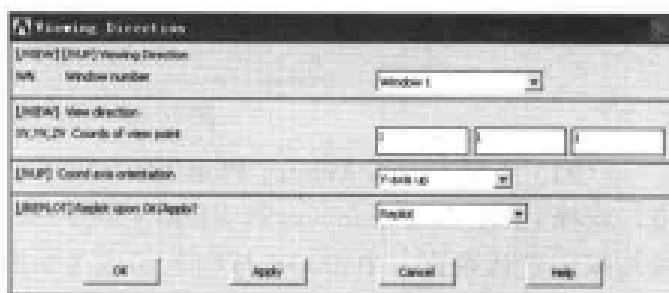

图 10-86 视图观测方向设置对话框
(27) 选择 Utility Menu | PlotCtrls | View Settings | Viewing Direction 命令, 出现 Viewing Direction 对话框, 在 XV,YV,ZV Coords of view point 文本框中依次输入 1、1、1, 其余选项采用默认设置, 如图 10-86 所示, 单击 OK 按钮关闭该对话框。